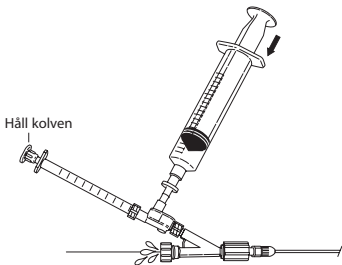

Fig. 6
8. Töm 20 mL-sprutan på återstående luftbubblor genom att hålla kolven på 1 mL-sprutan stilla, och långsamt trycka ned 20 mL-sprutan för att tvinga ut alla återstående luftbubblor. När systemet väl har tömts på all luft, dra åt Tuohy-Borst-ventilen runt spetstillslutaren. (Fig. 6)